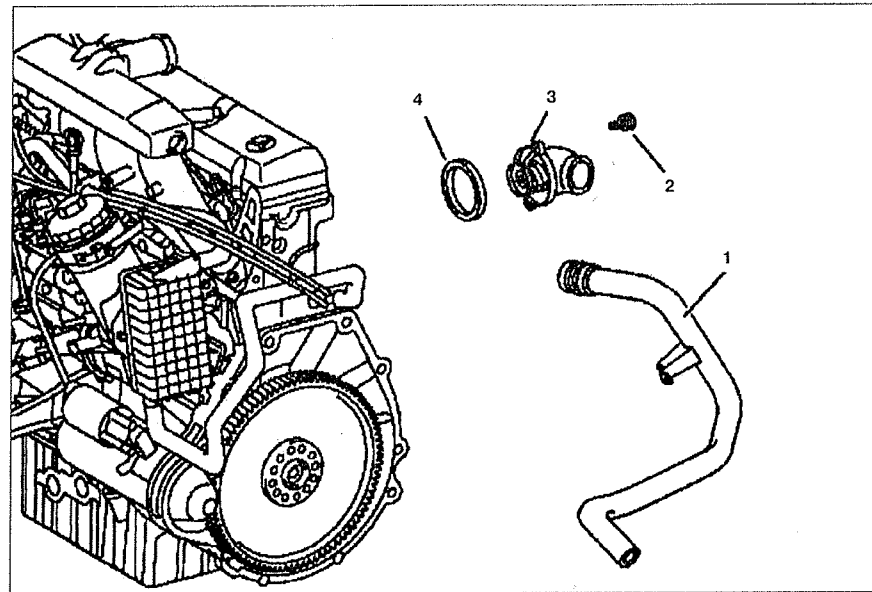

Рис. 4.37. Термостат:
2. Отсоедините патрубок системы охлаждения 1 (см.рис.4.37).